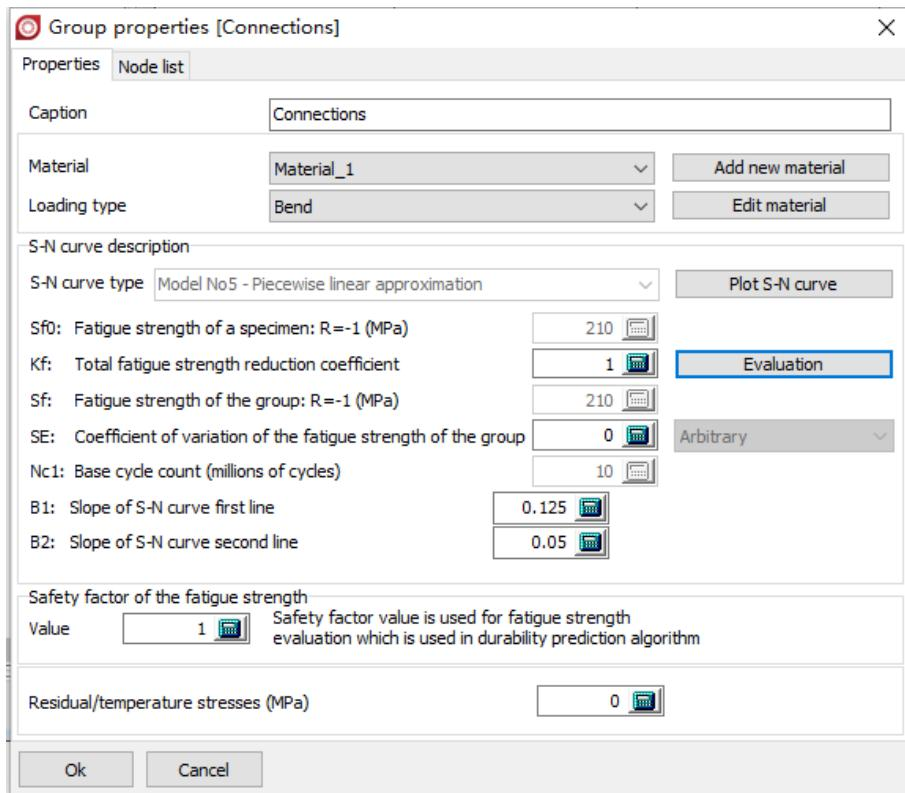

图 2.46
14. 选择与**Top Plate**相同的材料类型, 并设置参数如图 2.46所示。